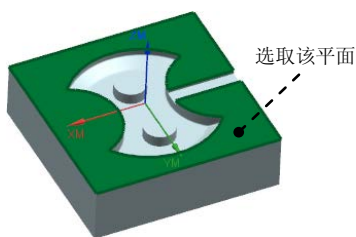

图 21.28 选取面
Step3. 在绘图区域选取图 21.28 所示的面, 确认在 **距离** 文本框中为 0, 单击 **确定** 按钮, 系统返回到“创建边界”对话框中。